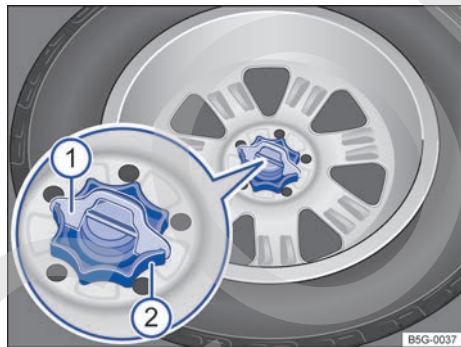

Fig. 230 En el maletero: ruedecilla para fijar la rueda de repuesto.
- Extraiga la cuña del seguro antigiro → fig. 230 ① hacia arriba.
- Desenrosque por completo la ruedecilla central que sujeta la rueda de repuesto ②, en el sentido contrario al de las agujas del reloj, y extraiga la rueda.